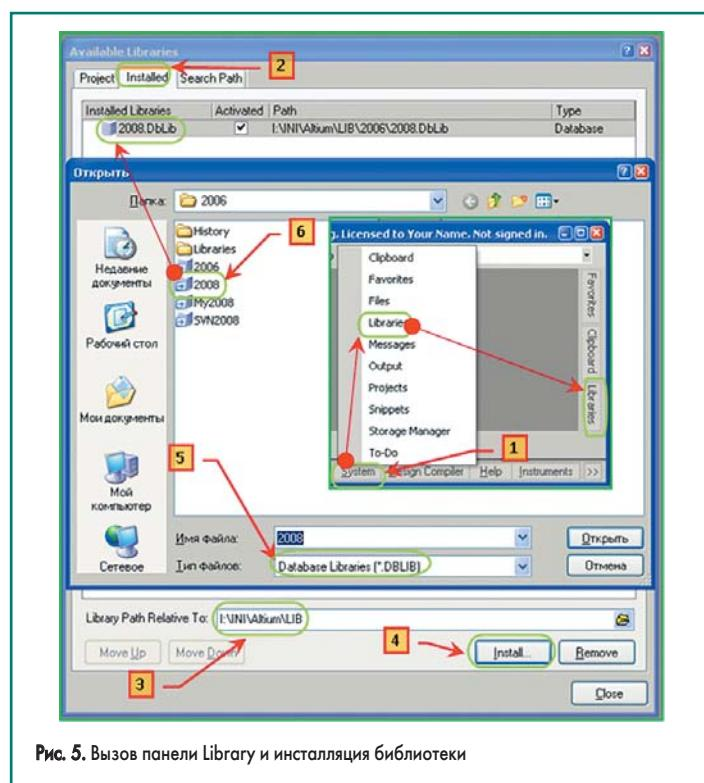

Рис. 5. Вызов панели Library и инсталляция библиотеки
1. Вызываем панель **Library** (рис. 5). Если она еще у вас не настроена, следует в панели Access вызвать список **System**, выбрать панель **Library** и установить ее в любом ме-
те на экране, либо на одной из сторон обящего окна (на рис. 5 — справа).